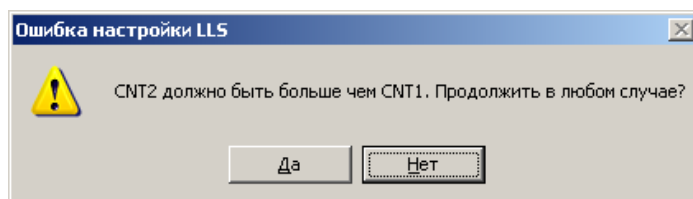
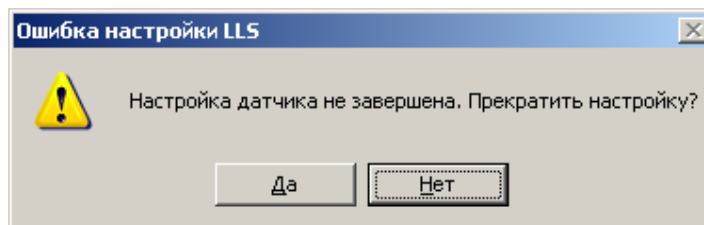
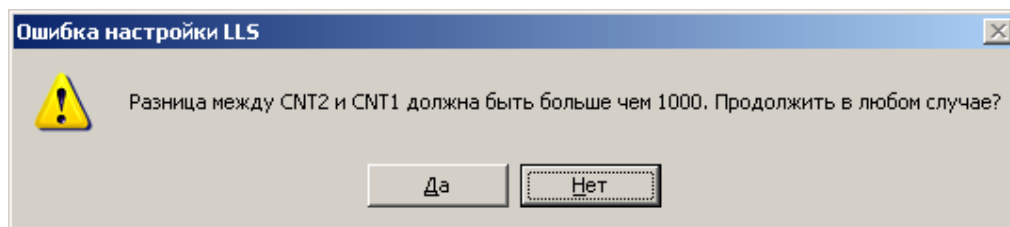

Рисунок 17
Рисунок 18
Рисунок 19
- 8) Если в процессе настройки были допущены ошибки, появится одно из диалоговых окон (Рисунок 17, Рисунок 18, Рисунок 19), в котором нажать кнопку «Нет» и повторить выполнение п. 3.6.2.